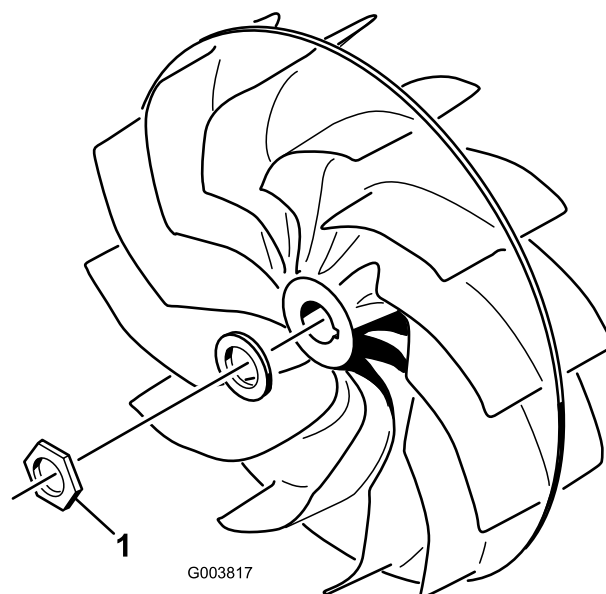

Figura 12
- Serrate il dado di montaggio della ventola (Figura 12) a 678 Nm.